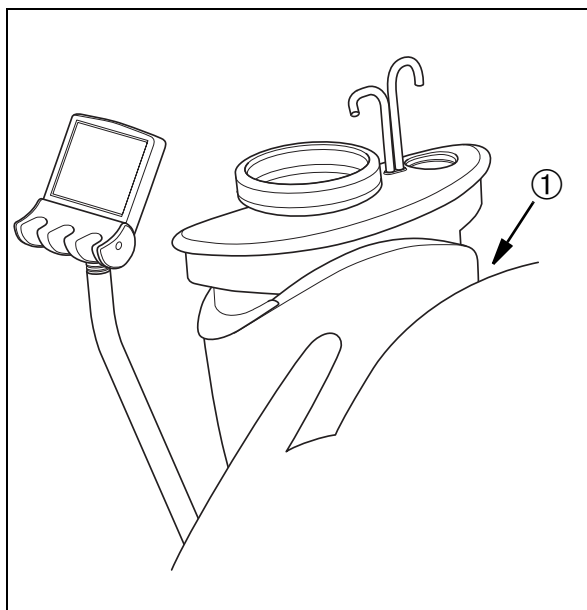

Abb. 2
Anbringungsort hinten am Speifontänenkörper, siehe ① (Abb. 2).